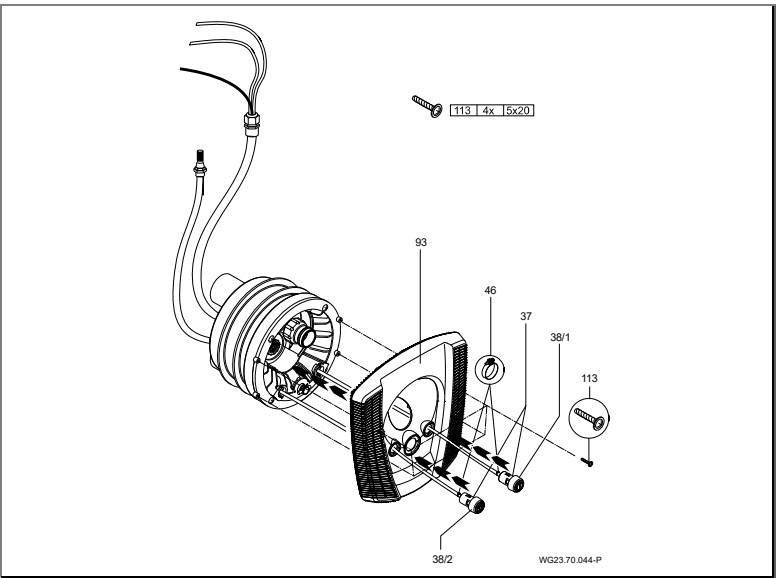

Fig. 17
6. Faire passer les flexibles pneumatiques à travers les ouvertures du cache (93) ; éclairage MARCHE / ARRÊT gauche ; pompe MARCHE / ARRÊT droite ; et fixer aux boutons-poussoirs correspondants à l'aide des pinces pour flexibles (46). (Fig. 17)